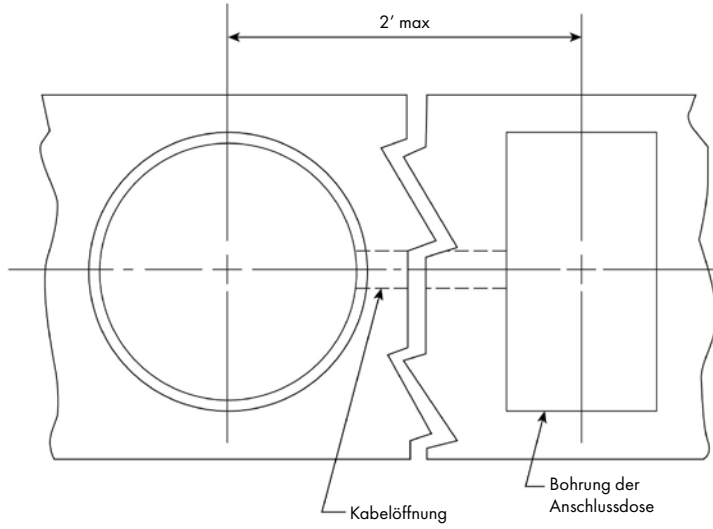

Abb. 2
3. In die Innenseite (kalte Seite) der Wand ein Loch für die Anschlussdose schneiden. Die Größe und Form des Loches wird der zu verwendenden Anschlussdose angepasst. Die Box muss innerhalb von zwei (2) Fuß vom DEA platziert werden (Abbildung 2).
4. In der Mitte des 3-5/8-Zoll-Loches ein Loch für die Durchführung des Kabels durch die Isolierung und in das Loch der Anschlussdose vorsehen (Abbildung 2).